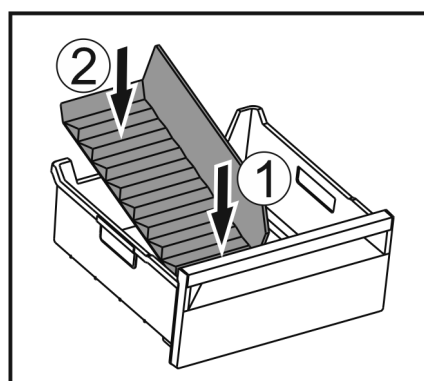

Fig. 212
- Umetnite prednji dio pregrade ladice za led. Fig. 212 (1)
- Spustite stražnji dio pregrade ladice za led do dna ladice. Fig. 212 (2)